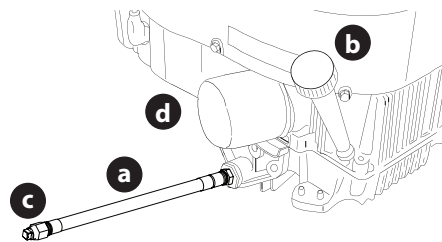

Figura 33
1. Ubique la manguera de drenaje de aceite (a) que está en el costado del motor (Figura 33).
2. Para recoger el aceite usado, coloque un recipiente adecuado con al menos una capacidad de 2.5 cuartos de galón (2.37 litros) debajo de la abertura de la manguera de drenaje de aceite. Retire el tapón de llenado de aceite/la varilla de nivel de aceite (b) del tubo de llenado (Figura 33).
- Mientras sostiene el extremo libre de la manguera de drenaje de aceite sobre el recipiente de recolección de aceite, desenrosque el tapón con cabeza cuadrada de la manguera (c) del extremo de la manguera de drenaje de aceite (Figura 33). Drene el aceite del motor dentro del recipiente.
- Extraiga el filtro de aceite (d) y drene en el recipiente recolector (Figura 33).
- Vuelva a colocar el filtro de aceite (d) y cargue el motor con aceite nuevo según las instrucciones del Manual del operador del motor (Figura 33).